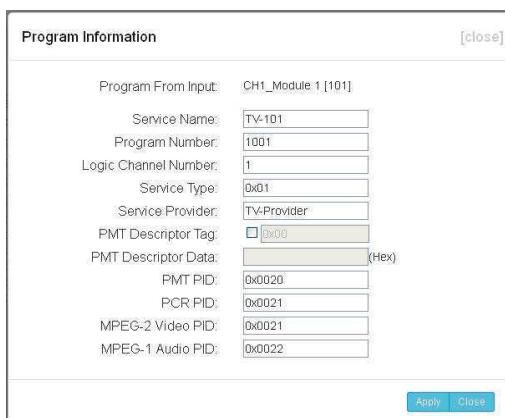

Figura 7
- Le informazioni del programma multiplexato possono essere modificate selezionandolo nel box ‘output’. Per esempio, selezionando compare il menu di figura 7 in cui è possibile modificare le informazioni originali del programma.